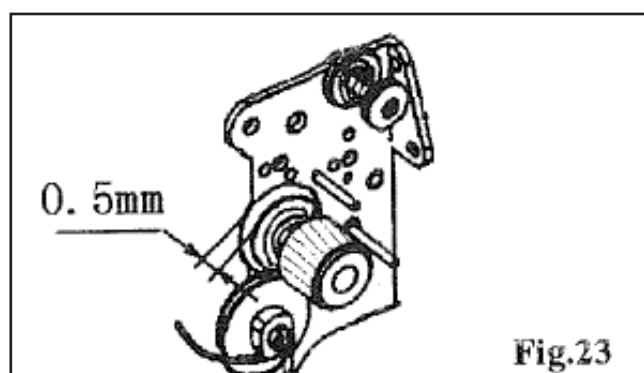

Fig.23
j) Regulagem da Tensão Superior (Fig. 23)